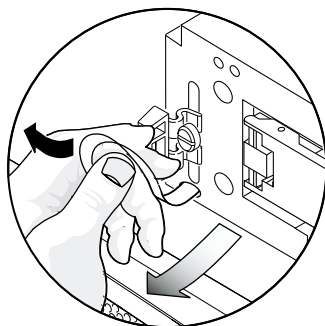

図 5-8 つなぎ具を先端で止まるまで手前に引いた状態
2. シャーシの穴から出ているつなぎ具の 1 つを、先端で止まるまで手前に引き出します (図 5-8 を参照)。